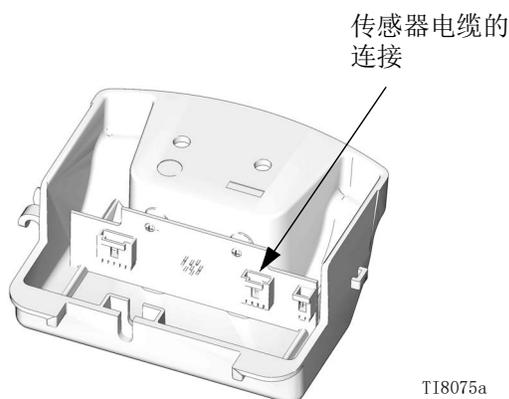

图 15: 传感器电缆的连接
- a. **DataTrak 型号：**卸下两个螺丝 (135)。小心地卸下 DataTrak 模块 (131)，请参见第 14 页。断开防空打电磁阀电缆和传感器电缆与模块控制板的连接。卸下两个螺丝 (134)，小心地将外罩 (132) 从空气阀上推出。
- b. **线性传感器型号：**卸下螺丝 (134)，小心地将外罩 (132) 从空气阀上推出。断开传感器电缆与电路板的连接。请参见图 15（第 28 页）。
- a. **DataTrak 型号：**小心地将外罩 (132) 推到空气阀上。用手拧入螺丝 (134)，然后用 11.3 牛·米 (100 英寸-磅) 的扭力拧紧。重新将电磁阀电缆和传感器电缆连接到 DataTrak 模块 (131)，请参见第 14 页。小心地将该模块推回外罩 (132) 内。重新装上两个螺丝 (135)。
- b. **线性传感器型号：**将传感器电缆重新连接到电路板。请参见图 15 (第 28 页)。小心地将外罩 (132) 推到空气阀上。用手拧入螺丝 (134)，然后用 11.3 牛·米 (100 英寸-磅) 的扭力拧紧。
13. 重新装上顶盖 (30)。
5. 卸下螺丝（134），小心地将外罩（132）从空气阀上推出。断开传感器电缆与电路板的连接。请参见图 15。
10. 将传感器电缆穿过转换接头侧面的孔（H），并重新与电路板连接。请参见图 15（第 28 页）。小心地将外罩（132）推到空气阀上。用手拧入螺丝（134），然后用 11.3 牛·米（100 英寸-磅）的扭力拧紧。